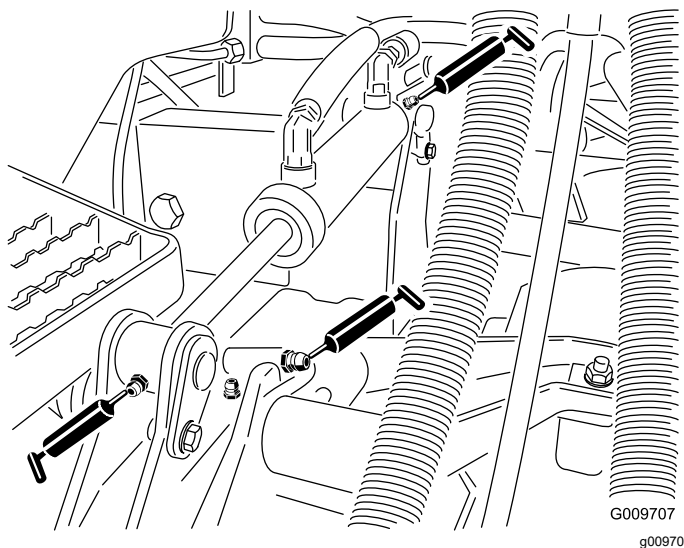

Рисунок 77
- Втулки подъемных рычагов (по 1 шт. на режущий блок), как показано на Рисунок 77
- Втулки подъемных цилиндров (по 2 шт. на режущий блок), как показано на Рисунок 77